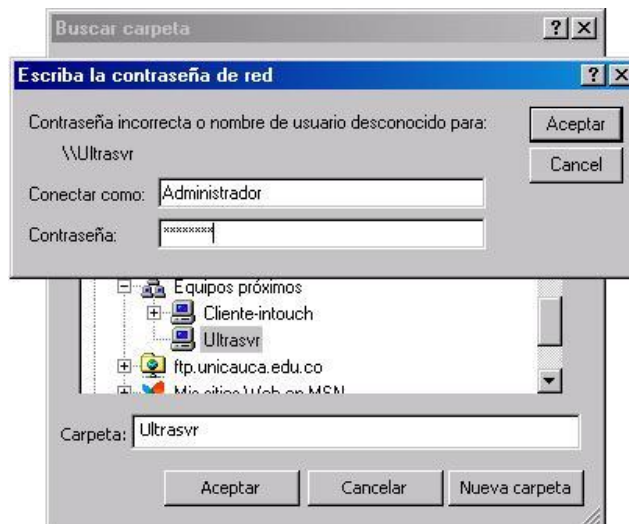

Figura 19. Comprobación de Usuario para Distribuir la Aplicación
3. Con el fin de acceder al nodo de desarrollo, se debe hacer doble clic sobre el icono que representa la máquina servidor *Ultrasvr*, aparecerá una ventana de comprobación de usuario que requiere el nombre y la contraseña del usuario con perfil de Administrador, para poder acceder a la información compartida en esta máquina, ver Figura 19. Previamente, la aplicación que se desea distribuir por NAD debe ser compartida desde el nodo de desarrollo para poder acceder a ella desde el nodo de visualización.